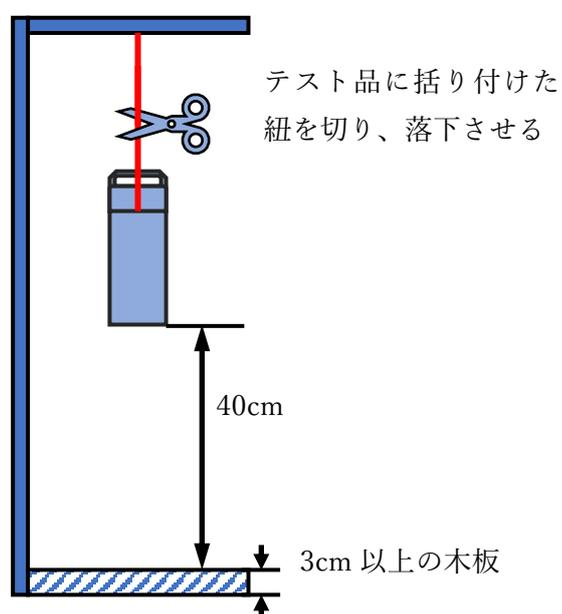

図 6 落下衝撃試験の方法
JIS S2006 の規定に基づき図 6 のような落下試験を行いました。その後 (2) イと同様の保温・保冷性能試験を行いました。
荷重試験機を用いて、図6のような方法で荷重試験を行いました。10kgずつ荷重を増やしていき、50kgまでの荷重をかけました。